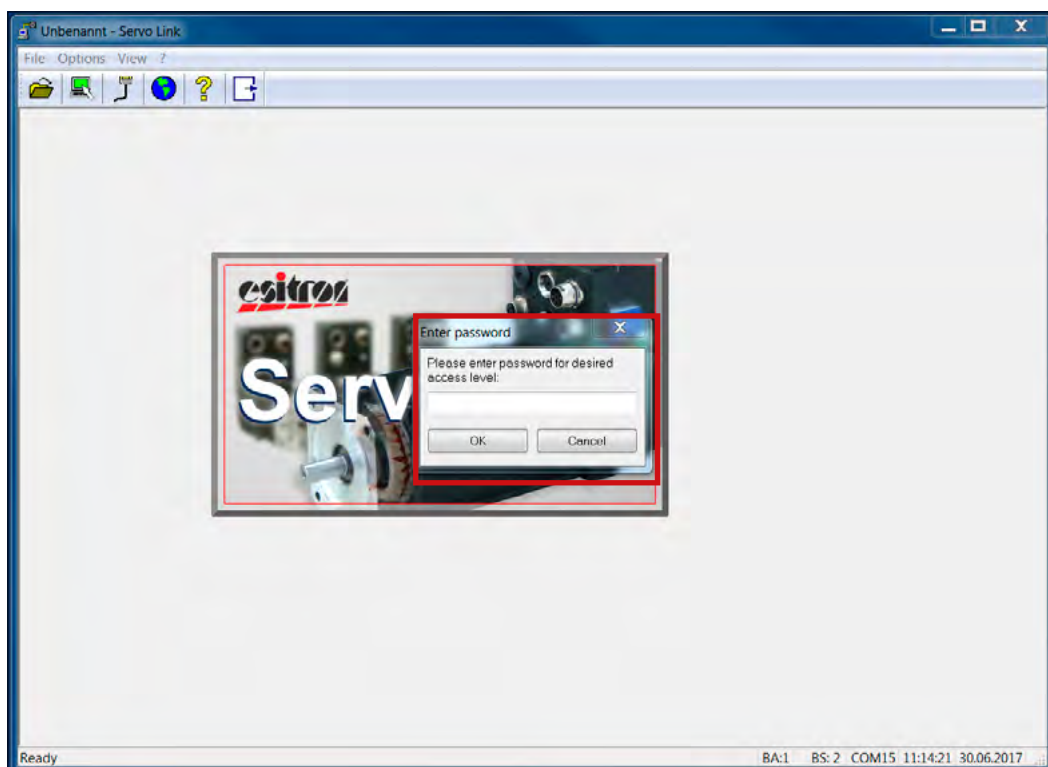

Abb. 17: Dialogfeld „Passwort eingeben“
5.3 Geben Sie das Passwort **3467** für erweiterte Einstellungen ein und bestätigen Sie es (siehe Abb. 17).